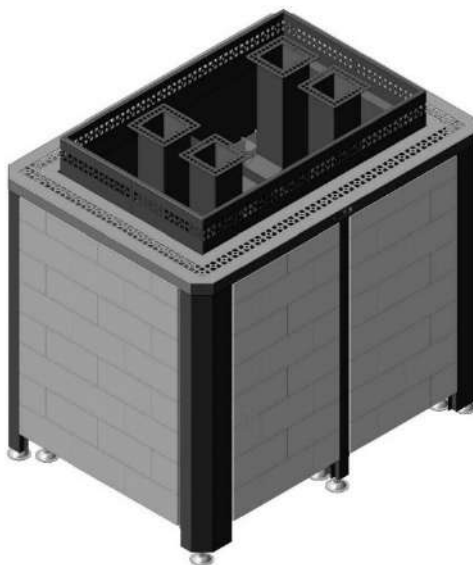

Рисунок 2. Сборка ЭНУ Премьера Профи «Гималайская соль».
1. Установить силовую раму печи на ровное основание (рис. 2).